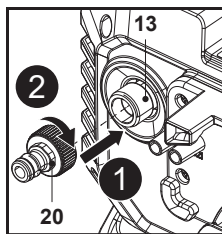

Fig. 6
Alinee y enrosque el adaptador de entrada de agua (20) en el conector de entrada de agua (13) de la parte posterior de la máquina (Fig. 6, pasos 1 y 2).